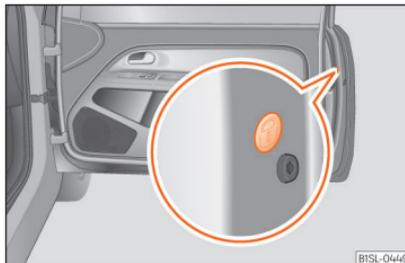

Abb. 70 In der Stirnseite der Beifahrertür: Notverriegelung, durch eine Gummidichtung abgedeckt.
- Gummidichtung in der Stirnseite der Tür entfernen. Die Dichtung ist mit einem Schloss gekennzeichnet  » **Abb. 70**.